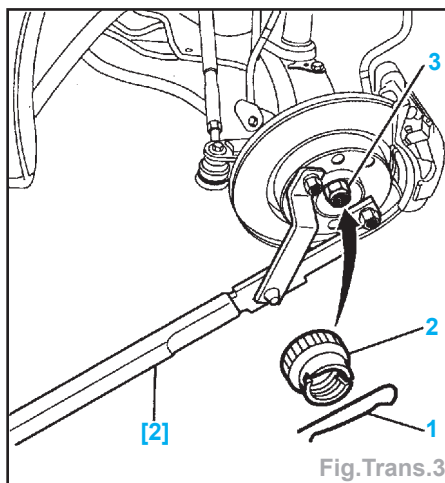

Fig.Trans.3
- Déposer (Fig.Trans.3) :
- la goupille (1),
- le frein écrou (2),
- l'écrou (3).
- Enduire de graisse type «**Molykote D321R**» la face et les filets de l'écrou (3) (Fig.Trans.3).
- Couple de serrage de l'écrou (3) : 32,5 daN.m.
- la goupille (1).